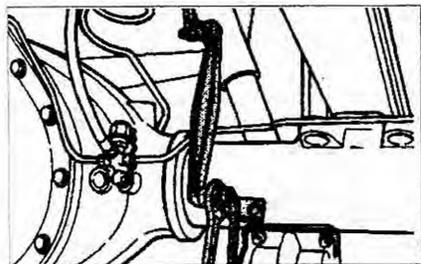

Рис. 5.22. Отсоедините тягу распределителя тормозного усилия от нижнего фиксатора.
2. Отсоедините тягу распределителя тормозного усилия от нижнего фиксатора (рис. 5.22).